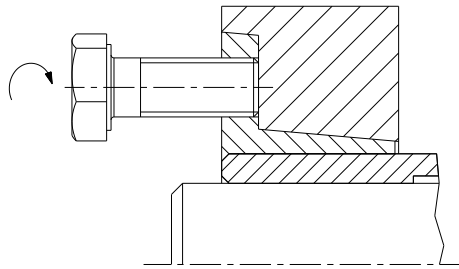

Bild 9: Lösen des Spannsatzes KTR 620
- Schrauben Sie die separaten Schrauben in die Abdrückgewinde des Innenringes (Bauteil 2) ein (siehe Bild 9). Wählen Sie die Anzahl der Schrauben  $z_1$  und Gewindegröße  $M_1$  entsprechend Tabelle 1 aus.